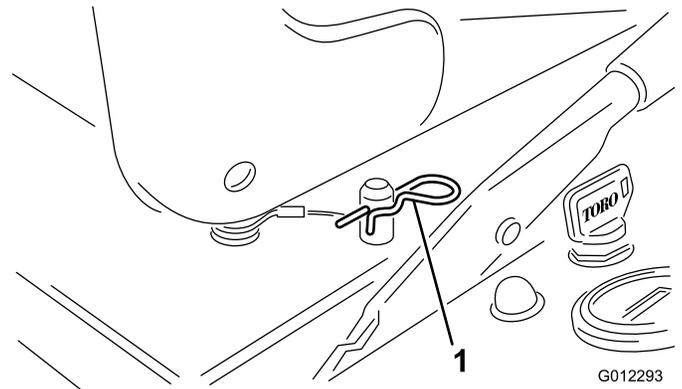

Bild 19
- Entfernen Sie den Sperrclip von der Sitzarretierstange (Bild 19).